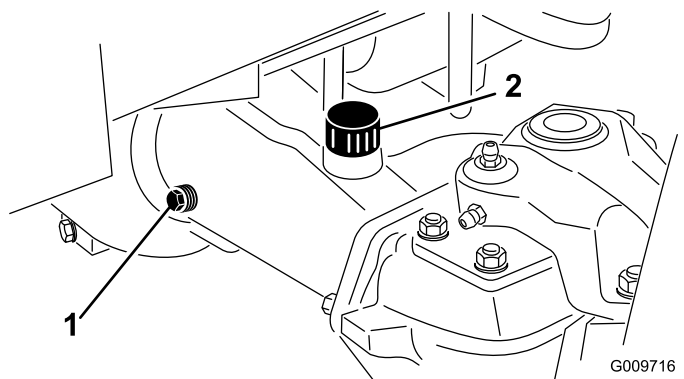

Bild 93
2. Entfernen Sie eine Prüfschraube aus einem Ende der Achse (Bild 93) und stellen sicher, dass das Öl die Unterseite des Lochs erreicht. Entfernen Sie bei niedrigem Ölstand die Füllschraube (Bild 93) und füllen genug Öl ein, um den Stand bis an die Unterseite der Prüfschraubenöffnungen anzuheben.